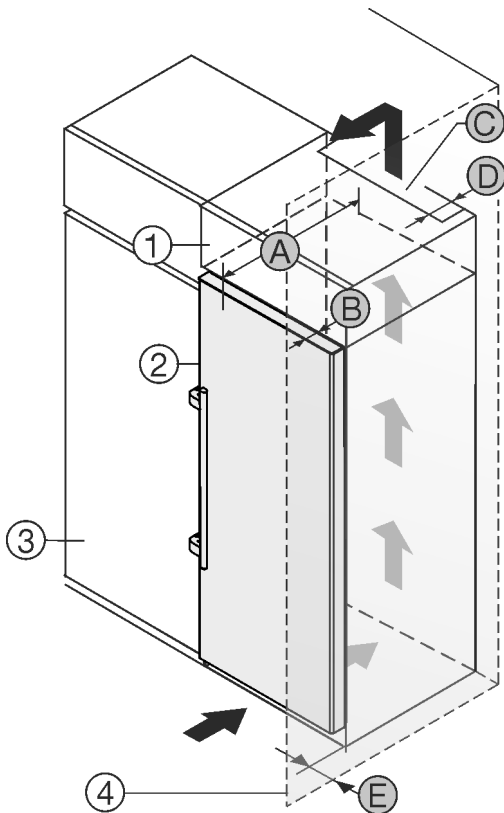

Fig. 2
Ju mund ta instaloni pajisjen direkt ngjitur me dollapin e kuzhinës Fig. 2 (3).\*
Në faqen e pasme të dollapit së montimit duhet të ketë një hapësirë ajrimi me thellësi Fig. 2 (D) në të gjithë gjerësinë e dollapit të montimit.\*
Nën mbulesën e hapësirës duhet respektuar seksioni tërthor i qarkullimit të ajrit Fig. 2 (C).\*
Nëse instaloni pajisjen me mentesha pranë një muri Fig. 2 (4), atëherë duhet që distanca midis pajisjes dhe murit të jetë të paktën 57 mm. Kjo përkon me zgjatimin e dorezës kur dera është e hapur.\*
Në mënyrë që dera të mund të hapet plotësisht, duhet që pajisja të dalë jashtë përpara kanatit të dollapit të kuzhinës sa thellësia e derës Fig. 2 (B). Në varësi nga thellësia e dollapëve të kuzhinës Fig. 2 (3) dhe përdorimi i ruajtësve të distancës nga muri, pajisja mund të dalë më shumë përpara dollapit.\*